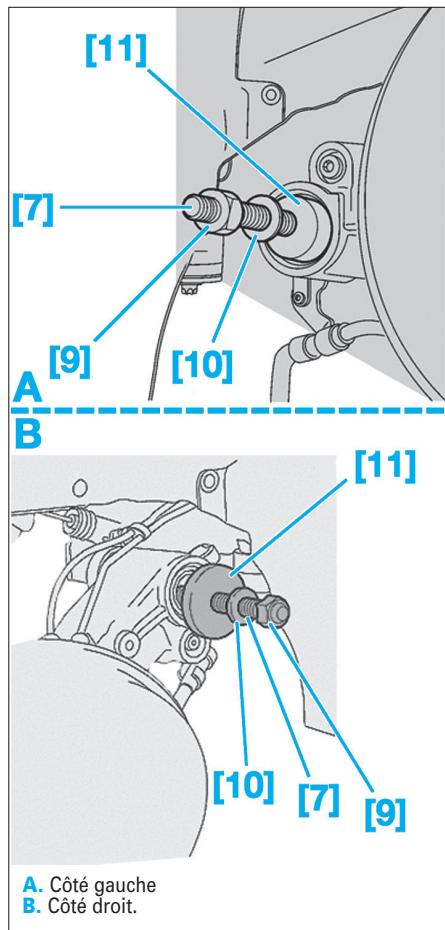

Fig. 64
- Monter sur la tige filetée [7] la bague d'appui [11], la rondelle [10] et l'écrou [9] (Fig.64).